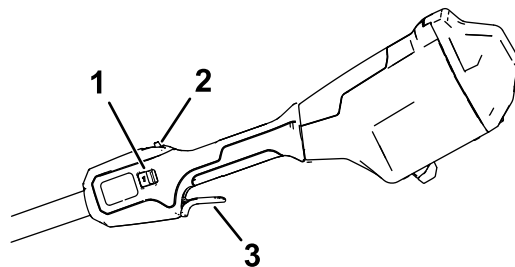

Figur 8
2. Öppna batterilocket (Figur 8).
3. Rikta in håligheten i batteripaketet med spetsen på batterifacket (Figur 8).
4. Tryck in batteripaketet i batterifacket tills batteriet låses fast i spärren (Figur 8).